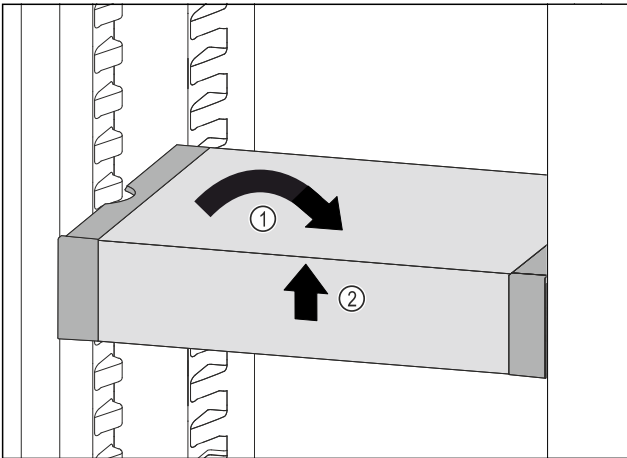

Fig. 97
- VarioSafe çekmecesini düz konumlandırın. Fig. 97 (1)
- VarioSafe çekmecesini ön taraftan kaldırın. Fig. 97 (2)